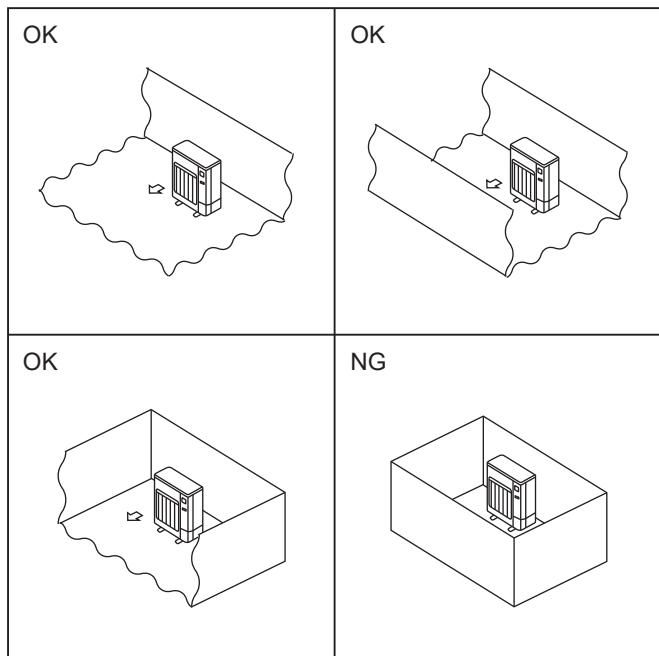

Fig. 2-1
- ◎ Instale as unidades exteriores num local onde, pelo menos, uma das quatro laterais seja aberta e cujo espaço seja suficientemente amplo e não tenha depresões. (Fig. 2-1)